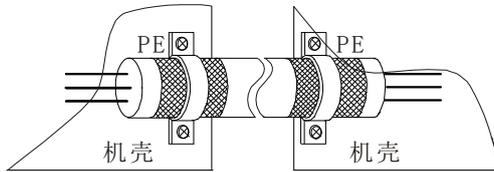

图 3-27 正确的屏蔽接地方法
- (1) 变频器到电动机的线缆(U、V、W 端子引出线)应尽量避免与电源线(R、S、T 或 R、T 端子输入线)平行走线。应保持 30 厘米以上的距离。
- (2) 变频器输出 U、V、W 端子三根电机线尽量置于金属管或金属布线槽内。
- (3) 控制信号线应采用屏蔽电缆，且屏蔽金属丝网必须通过两端的电缆夹片与金属机箱相连。如图 3-27 所示：